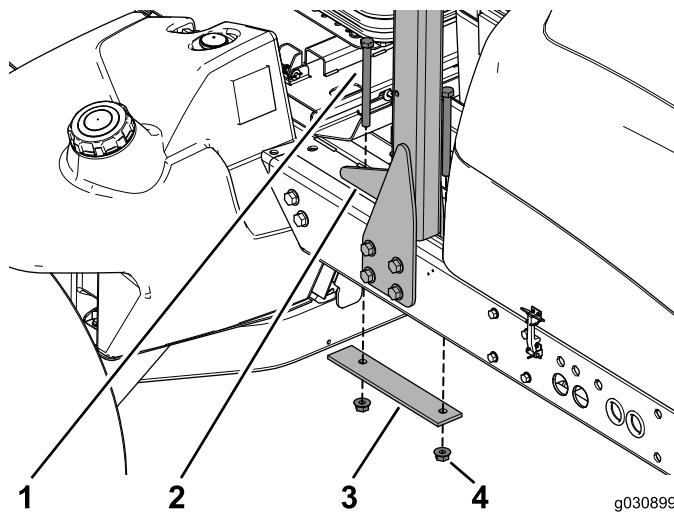

Figure 2
3. Retirez et conservez les 2 boulons, la plaque de renfort et les 2 écrous à embase qui fixent le système ROPS au sommet du cadre (Figure 2).